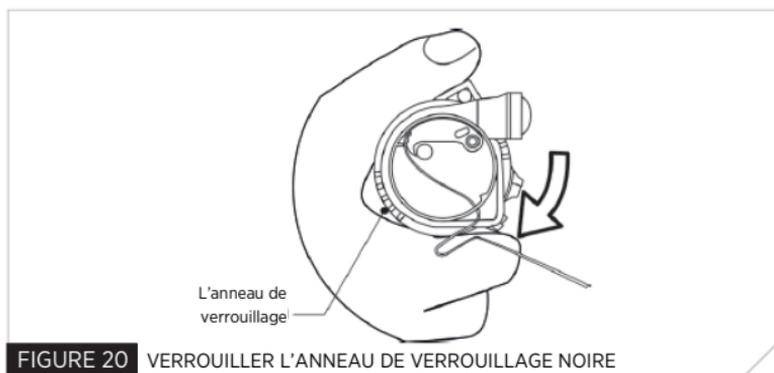

FIGURE 20 VERROUILLER L'ANNEAU DE VERROUILLAGE NOIRE
- Tout en appuyant FERMEMENT sur le corps du gonfleur, tournez l'anneau de verrouillage NOIRE dans le sens des aiguilles d'une montre pour l'amener en position verrouillé (Fig. 20). Tirez sur le bouchon pour vous assurer qu'il est bien verrouillé sur le corps du gonfleur.